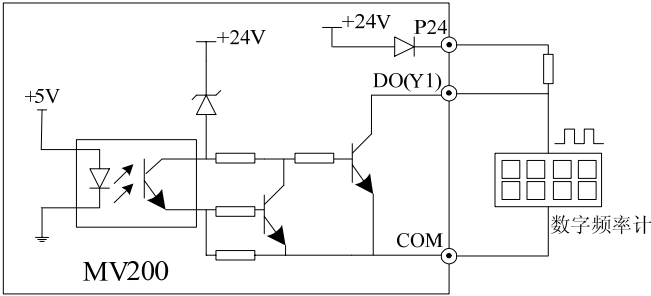

图3-19 输出端子 DO 连接方式 1
3. 数字脉冲频率输出 DO (Y1 端子用作 DO) 可使用变频器内部的 24V 电源, 接线方式请参见图 3-19。